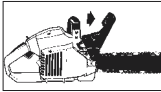

Abb. 7B
2. Die Kettenbremse ist **INGEKUPPELT** (Kette ist arretiert), wenn der Bremshebel nach vorne gezogen ist. Die Kette sollte sich dann nicht bewegen lassen (Abb. 7B).